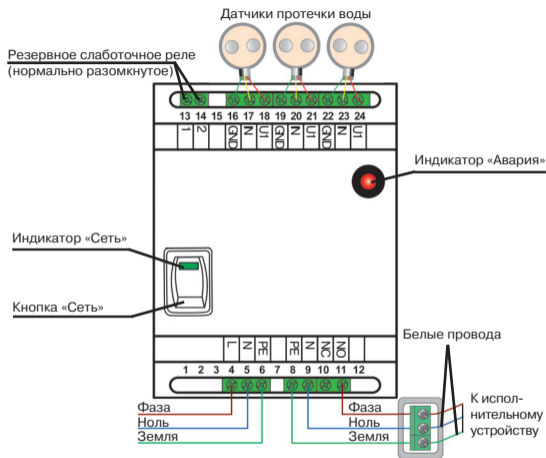

Рис.2 Схема подключения к контроллеру СКПВ220В-DIN датчиков протечки воды и исполнительных устройств.
- *Напряжение питания на контроллер должно быть подано из силового шкафа и обязательно через УЗО (30 мА). К контроллеру СКПВ220В подвести фазу и ноль согласно схеме подключения (рис. 2).*